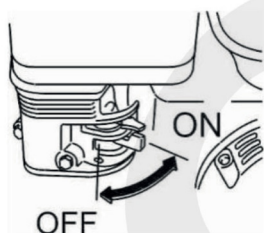

Рис. 2
- Установите топливный кран в положение "ON" ("Включено"). (Рис. 2)
- Установите топливный кран в положение “Off” (“Выключено”). (Рис. 2)